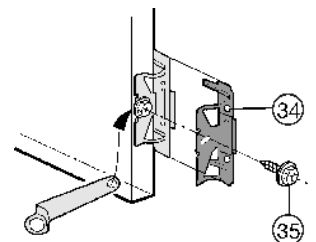

Fig. 12
- ▶ Прикрутите крепежный уголок Fig. 12 (34) винтами с шестигранной головкой Fig. 12 (35) на двери устройства, используя предварительно просверленные отверстия.